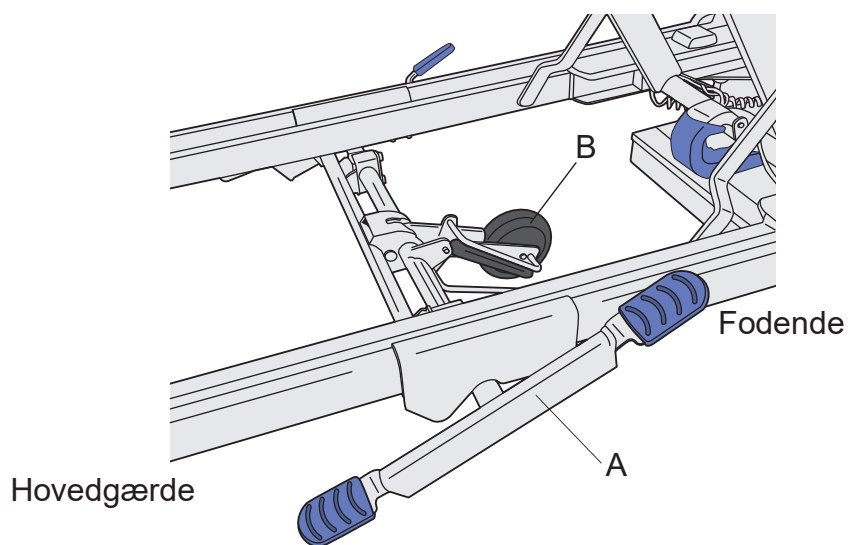

Fig. 1 - Det 5. hjuls aktiveringspedal
1. Træd ned på 5. hjuls aktiveringspedal (A) i hovedenden. **(Se fig. 1)**
1. Træd ned på det 5. hjuls aktiveringspedal (A) i fodenden. **(Se fig. 1)**
2. Sørg for at det 5. hjul (B) er hævet fra gulvet.